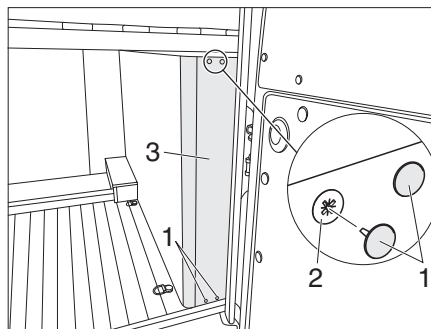

Fig. 138 Cache dans le coffre du véhicule
Pour arriver aux ampoules arrière du véhicule, on d'abord détacher le cache (Figure 138,3).
- Retirer quatre capuchons de vis (Figure 138,1).
- Dévisser quatre vis à tête en croix (Figure 138,2).
- Retirer le cache (Figure 138,3). Les ampoules du véhicule sont maintenant accessibles.